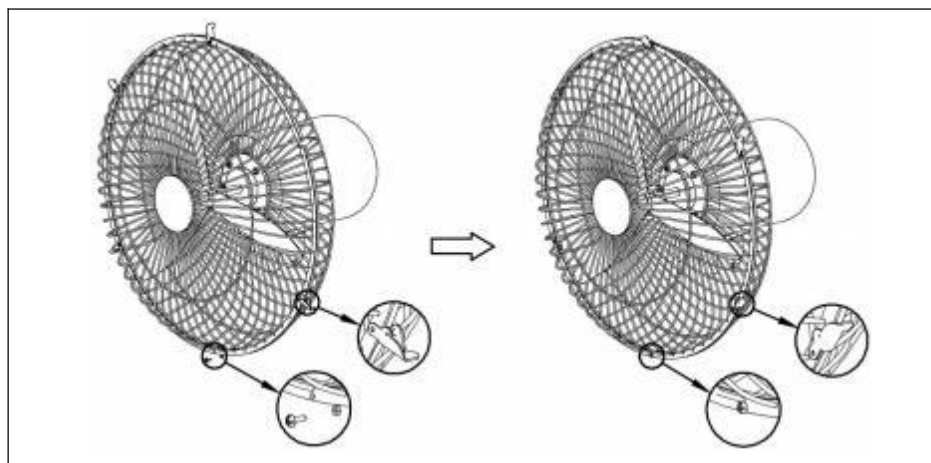

Bild 7.
3). Rikta in skruvhålen längst ner på de främre och bakre gallren och fäst sedan knapparna på toppen av det främre gallerskyddet till det bakre gallerskyddet, fäst alla gallerskyddsknappar (2) och lås slutligen säkerhetsskruvarna (18). Se (bild 7.)